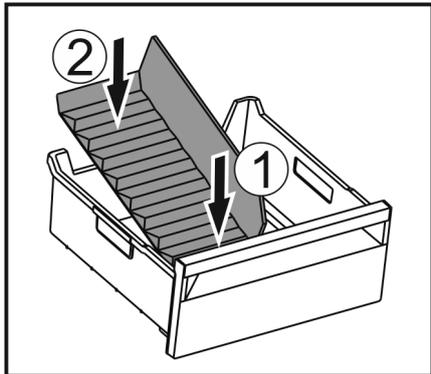

Fig. 67
- Installer la partie avant du séparateur de congélateur. Fig. 67 (1)
- Abaisser la partie arrière du séparateur de congélateur jusqu'au fond du tiroir. Fig. 67 (2)